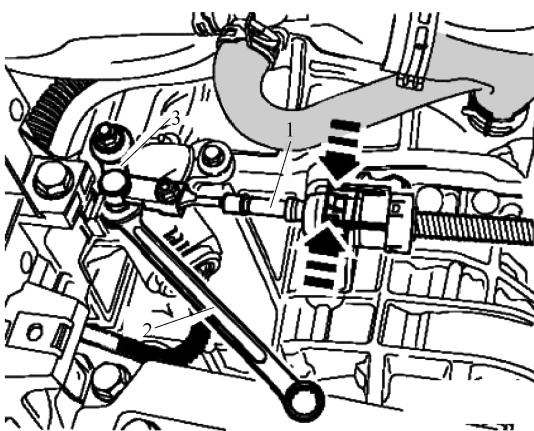

图 9-4-2 拆卸变速杆拉索
- 4) 用呆扳手 2 将变速杆拉索 1 从换挡轴拨杆 3 的球头上撬下, 如图 9-4-2 所示。